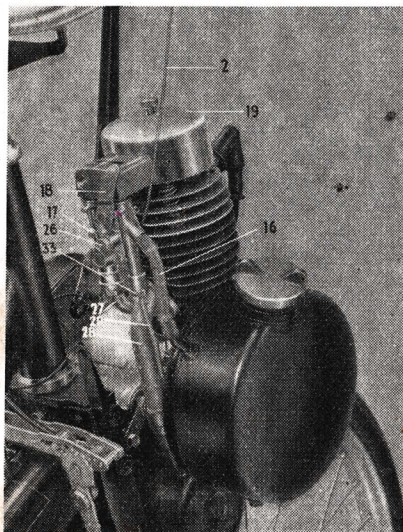

Fig. 12
De benzinesproeier (26), (zie fig. 12, pag. 14) kan verstopt raken door vuil, dat in de benzine of olie aanwezig was. Plaats de motor op de band. Demonteer de sproeier. Blaas de sproeier door, met behulp van een fietspomp. Tracht nimmer de sproeier met een of ander voorwerp door te steken.
- Overloopleiding (fig. 12 no 16) op carburateur naar tank losnemen.
Wanneer deze luchtschuif is gesloten, krijgt de motor te weinig lucht (18, fig. 12).
Maak vervolgens de overloopleiding (16, fig. 12) aan de kant van de tank los. Knijp gashandle geheel in, zodat de kleplichter wordt bediend en de motor dus gemakkelijk kan worden gedraaid. Duw de Solex daartoe even vooruit. De benzine moet nu uit het loshangende slangetje vloeien. Wanneer dit niet het geval is, moet men het benzinefilter reinigen (zie pag. 9), of de brandstofleiding (29) doorblazen. Mocht dit niet helpen, dan is de brandstofpomp defect. Wend u hiervoor tot een Solex Servicestation.
Wanneer de benzine wel uit de losgenomen overloopleiding (16, fig. 12) stroomt, maar de motor nog steeds niet aanslaat, dan kan de benzinesproeier (26, fig. 12) zijn verstopt. Plaats de Solex op de band. Schroef dan de sproeier uit de carburator en blaas hem met een fietspomp krachtig door. Met de mond doorblazen is hierbij onvoldoende en bovendien gevaarlijk (benzine bevat doorgaans een giftige loodverbinding).